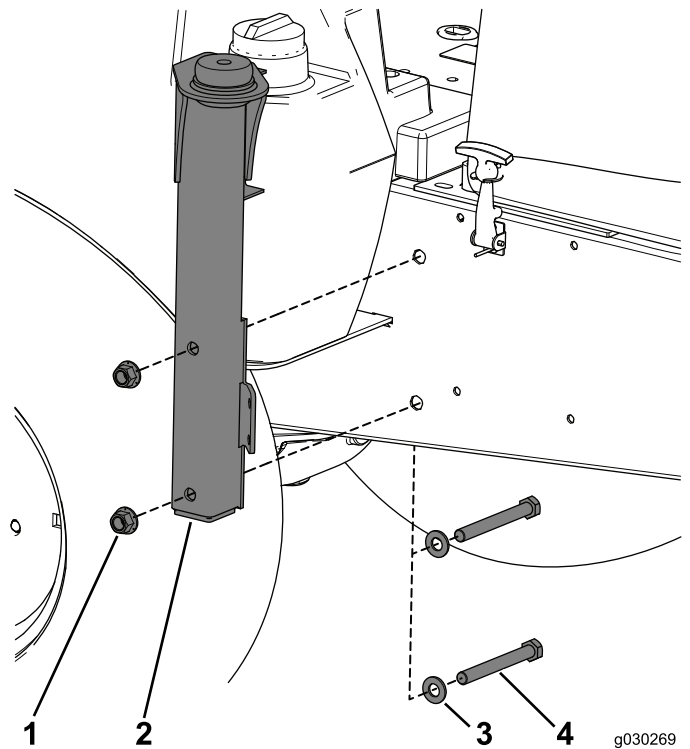

Figura 19
1. Fije el soporte izquierdo a la máquina con 2 pernos (1/2" x 4 1/2"), 2 arandlas pequeñas y 2 contratuercas (Figura 19).